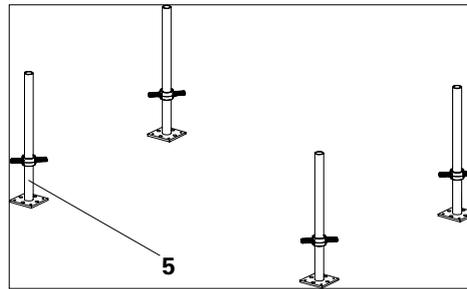

Fig. A1.01
- Extienda las cuatro bases regulables TR 48-75/55 (5) hasta la longitud requerida y configure usando las medidas de modulación. (Fig. A1.01)